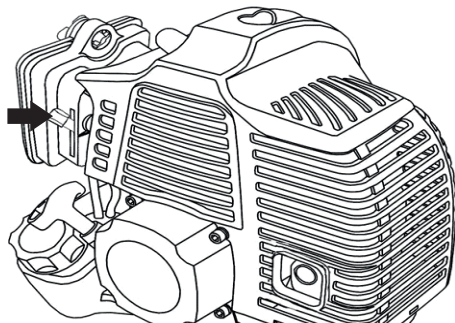

Рис. 10
- Рычаг воздушной заслонки переведите вверх, в положение «Закрыто» (Рис.10).